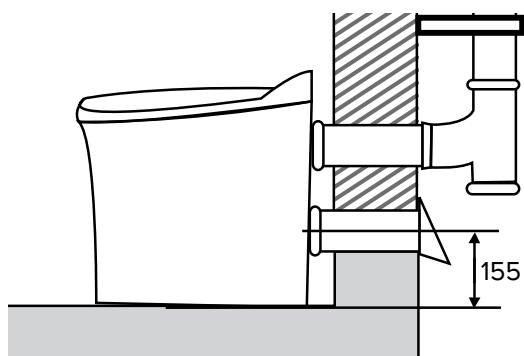
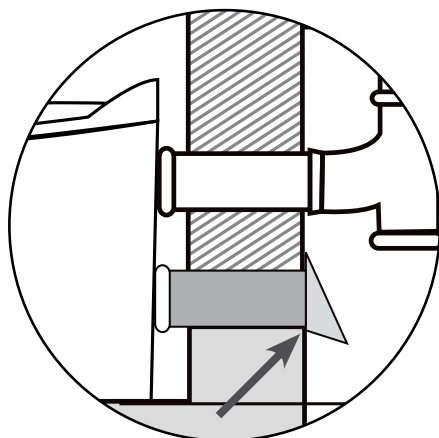

fig. 2
fig. 4
3. Monter ett av de korte utluftingsrørene (følger med) med den koniske/avrundede enden inn mot toalettet, se fig. 2 og 3. Lag et merke ca 40 mm inn på røret så vet du hvor langt røret skal trykkes inn i toalettet. Når du har funnet riktig lengde og plassering på innluftsør; kapp av røret utvendig, NB: kappes jevnt med yttervegg, se fig. 4. Innluftsørret festes med egnet festemiddel, f.eks. silikon, sikaflex, mv.